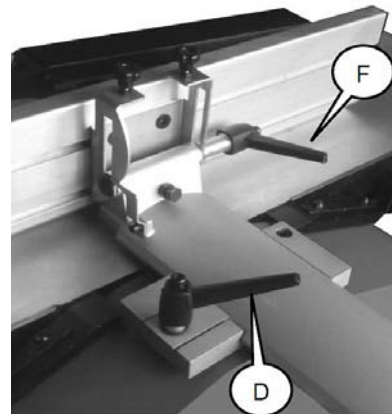

Abb. 21: Einstellung des Werkstückanschlages
Schritt 7: Den Klemmhebel (D, Abb.21) lösen um den Anschlag in die gewünschte Position zu verschieben.
Schritt 8: Den Klemmhebel (F, Abb.21) lösen um den gewünschten Winkel des Anschlags einzustellen.
Schritt 2: Den Werkstückanschlag durch Lösen des Klemmhebels (D, Abb.21) entfernen.